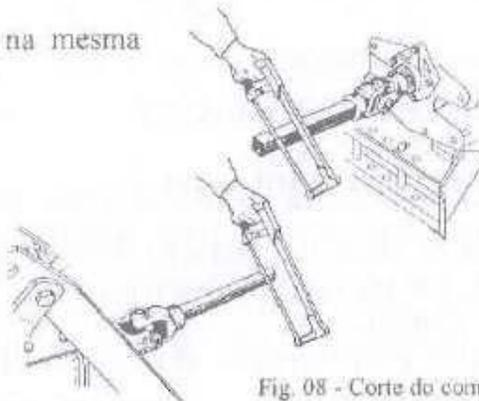

Fig. 08 - Corte do comprimento do cardan.
2. Cortar o tubo e a barra na mesma proporção (Fig. 08);